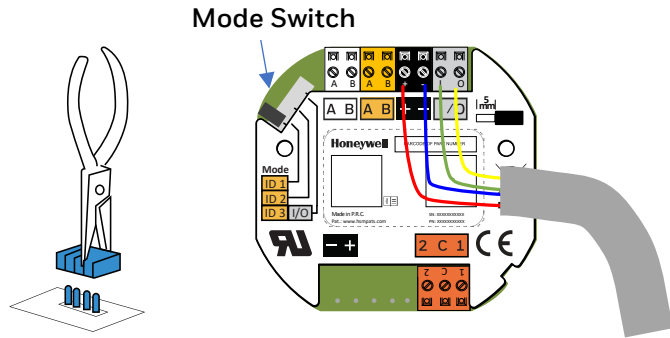

Abb. 1: Aufstecken der Klemmen und Anschlussdrähte verlegen
- Die ordnungsgemäße Funktion der Systemevo Betteneinheit ist nur bei korrekter Montage gem. Abb. 1 - 5 gewährleistet!
- Werkseitig ist der Mode Switch (siehe Abb. 1 + 3) in Stellung ID1. (DBUS Betrieb mit der ID 1).
- Aufstecken der Anschluss-Stecker (Abb. 1)
Anschlussklemmen lagerichtig aufstecken! Die Anschlussdrähte müssen aus der Mitte heraus zu den Anschlussklemmen geführt werden (siehe Abb. 1).